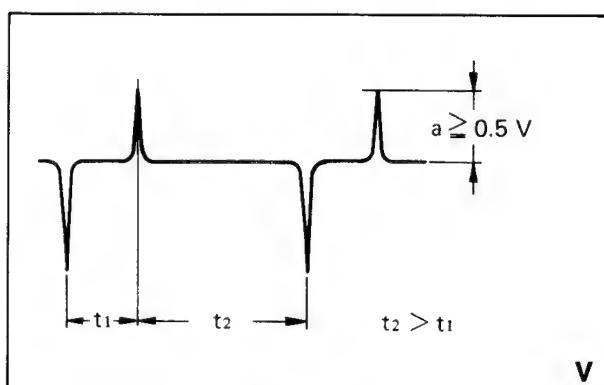

Bild 3-8
2. Oszilloskop an TP 1. Die positiven Impulse müssen größer als $0,5 \text{ V}_{\text{ss}}$ sein (Bild 3-8).